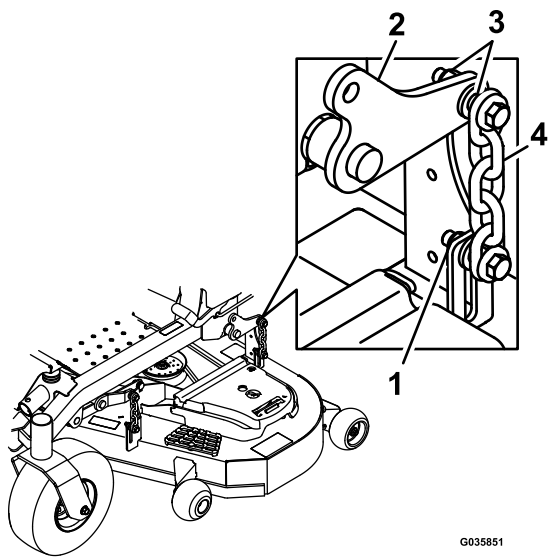

Figura 85
- 16. Desaperte as porcas de bloqueio nos quatro cantos de forma que a plataforma assente de forma segura nos quatro calços (Figura 85).